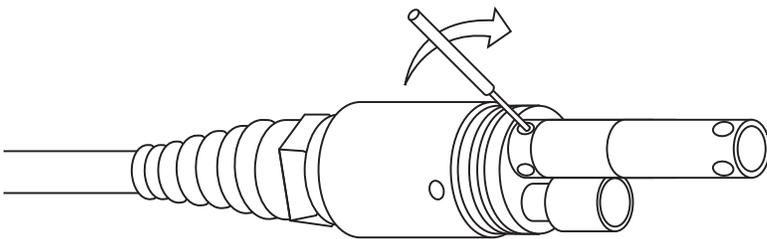

Figure 5 Outil d'installation utilisé pour serrer l'écrou de retenue en acier inoxydable du capteur C/T.
6. Une fois qu'il est complètement installé, l'écrou s'appuie à plat contre le raccord. Ensuite, utilisez l'outil fourni avec le capteur pour tourner l'écrou d'un quart ou d'un demi-tour (**Figure 5**). **Ne serrez PAS excessivement.**